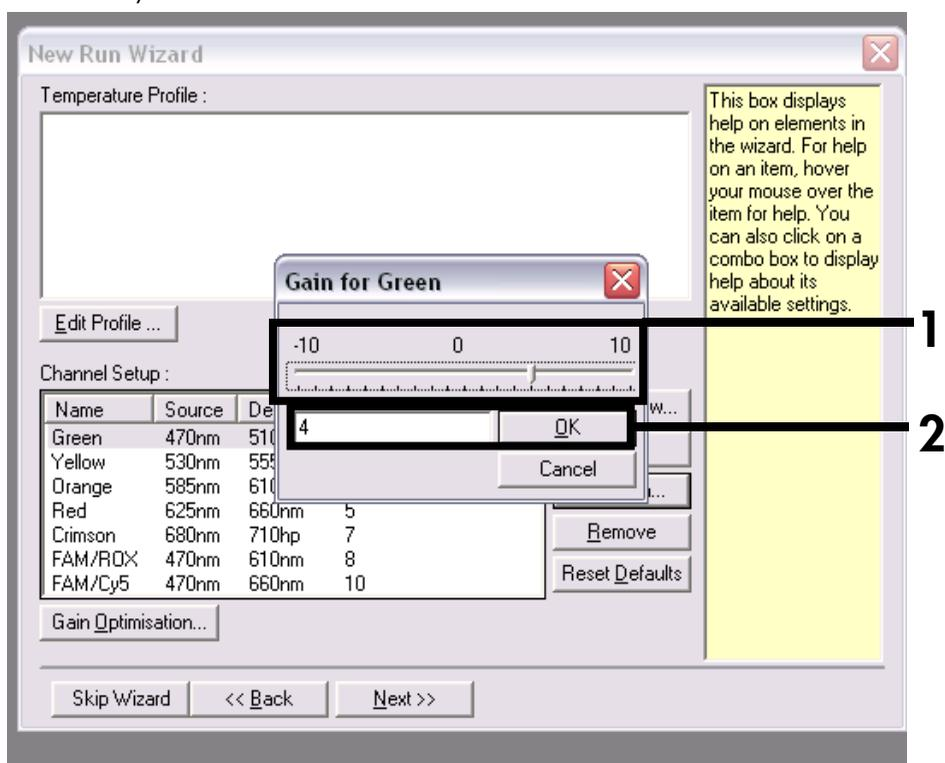

Figura 8. Edición de la ganancia. A modo de ejemplo, la figura muestra el ajuste de la ganancia en 4 correspondiente al canal Cycling Green.
Edición de la ganancia	Figura 8, Figura 9
10. Edite la ganancia correspondiente a cada canal, como se muestra en la **Figura 8**. Los valores de configuración finales de la ganancia correspondientes a cada canal se indican en la **Figura 9**.